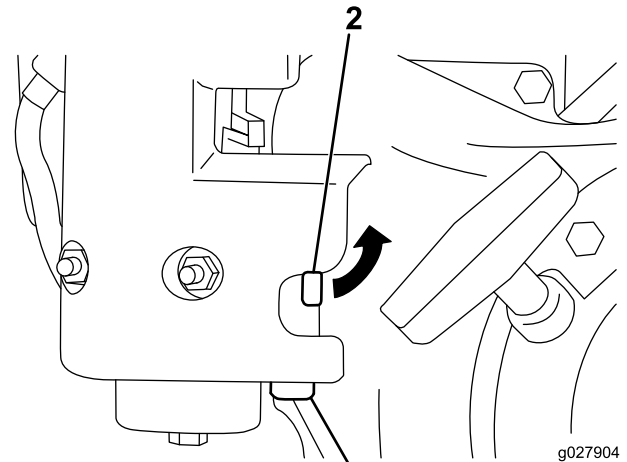

図 29
1. 燃料バルブを閉じ、キャブレターのボディから異物沈殿ボウルを外す  図 29。